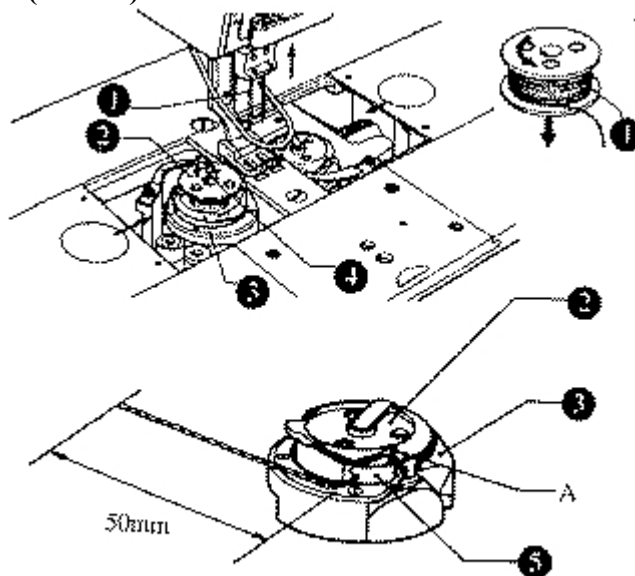

рис.22
13. Установка шпульки. (Рис.22)